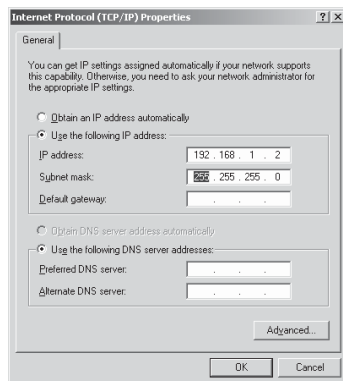

Рис. 12. Окно свойств интернет-протокола (TCP/IP)
6. Выберите **Use the following IP Address (Использовать следующий сетевой адрес)** и заполните поля в соответствии с рис. 12.